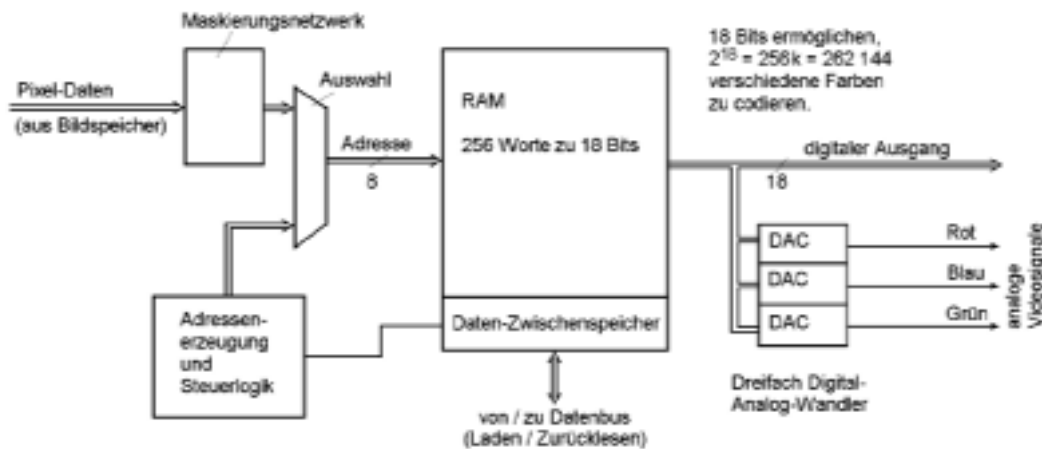

Abbildung 2.16 Farbpalette (RAMDAC)
Monitore mit VGA- bzw. Analogeingang erhalten jedes Farbsignal in einem Bereich von (typischerweise) 0...0,7 V, wobei der jeweilige Betrag die Intensität von Rot, Blau oder Grün angibt. Diese analogen Farbsignale müssen aus den Bits gebildet werden, die die Farbe eines jeden Bildpunktes codieren. Dafür braucht man insgesamt drei Digital-Analog-Wandler (D-A-Wandler). Üblicherweise sind diese Wandler nicht unmittelbar dem Bildspeicher nachgeschaltet. Vielmehr werden die Pixel-Daten zunächst dazu verwendet, einen kleinen RAM zu adressieren. Dieser RAM liefert ausgangsseitig die jeweils in das Analogsignal umzusetzenden digitalen Farbwerte. Eine solche Anordnung heißt Farbpalette, die Kombination aus RAM und D-A-Wandler (D/A Converter DAC) heißt RAMDAC (Abbildung 2.16).
- zum „Verlängern“ der Farbangaben (= zum Erhöhen der Farbtiefe). Kurze Angaben im Bildspeicher werden verwendet, um längere Einträge im RAMDAC zu adressieren. Abbildung 2.16 veranschaulicht ein einfaches Beispiel: Bei 8 Bits je Bildpunkt braucht man einen RAM mit 256 Speicherplätzen. Jeder Speicherplatz enthält 18 Bits, wobei jeder Farbe 6 Bits zugeordnet sind. Für jede Farbe gibt es somit $2^6 = 64$ Intensitäts-Stufen, und es sind insgesamt bis zu $2^{18} = 256k$ Farben darstellbar.